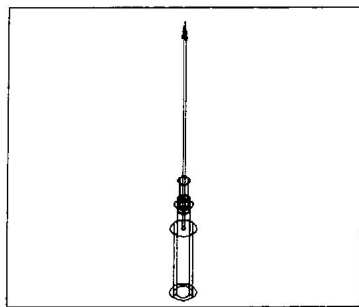
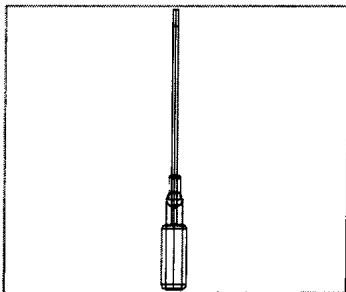

图 1-8
图 1-10
14. 在命令行直接输入 isolines, 设定线条密度为 4。单击  按钮, 切换到西南视图, 如图 1-8 所示。
- ① Select Objects: 选中上述实体↵。
- ② Specify first point of mirror plane (3 points) or [Object/ Last/ Zaxis/ View/ X/ Y/ YZ/ ZX/ 3points] <3points>: xy↵。
③ Delete source Objects? [Yes/No] <N>:↵。单击  按钮。
16. 单击  按钮或者在命令行直接输入 fillet。设定倒角半径为 30, 对手柄进行倒角处理。结果如图 1-10 所示。